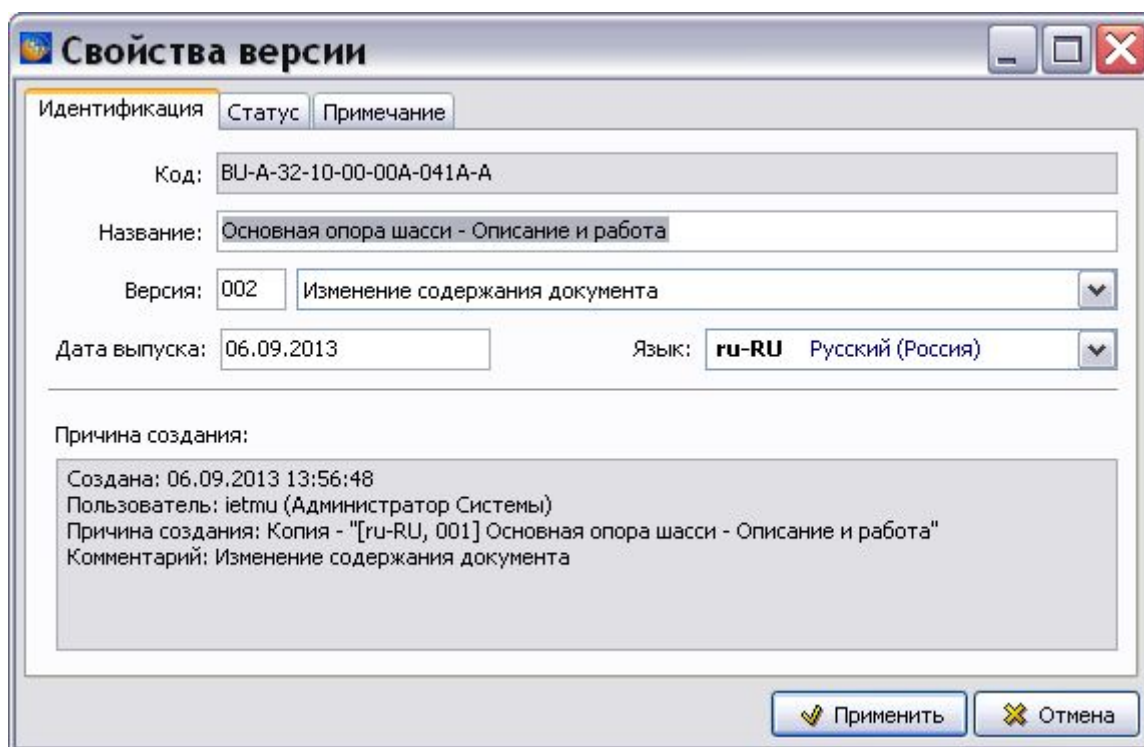

Рис. 9.17
- Введите причину «Изменение содержания документа» и нажмите **Ок**. После этого появится окно **Свойства версии** (Рис. 9.17).
- В окне **Свойства версии** рядом с номером версии показана причина создания новой версии «Изменение содержания документа» (Рис. 9.17).